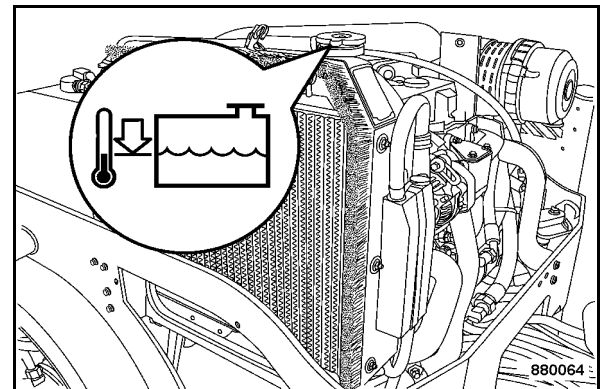

Fig. 172
- Retirer le couvercle du radiateur (Fig. 172).